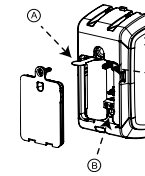

Figure 1: Options d'enregistrement
- Retirez la languette pour démarrer la procédure d'enregistrement automatique. Voir A sur la Figure 1.
Remarque : si l'appareil ne s'enregistre pas automatiquement, vous avez le choix entre appuyer sur le bouton d'enregistrement, rétablir l'auto-protection, et saisir le numéro d'identification de l'appareil dans la centrale. Voir B sur la Figure 1 pour connaître l'emplacement du bouton d'enregistrement, et C sur la Figure 1 pour connaître l'emplacement du système de rétablissement de l'auto-protection.